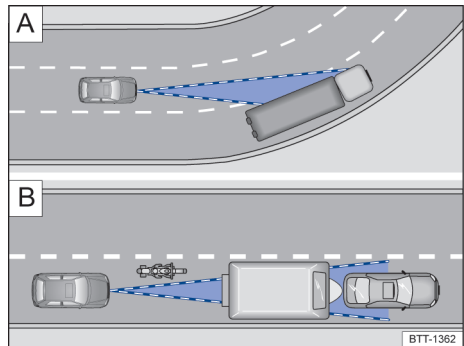

图 92 A 转弯行驶；B 车辆在雷达传感器的探测范围之外
雷达传感器总是进行直线探测。因此可能会突然识别到急转弯中的车辆或无法识别到前方车辆 → 图 92 [A]。
- 车辆在传感器范围以外且在本车附近的区域行驶，例如：摩托车 → 图 92 [B]。